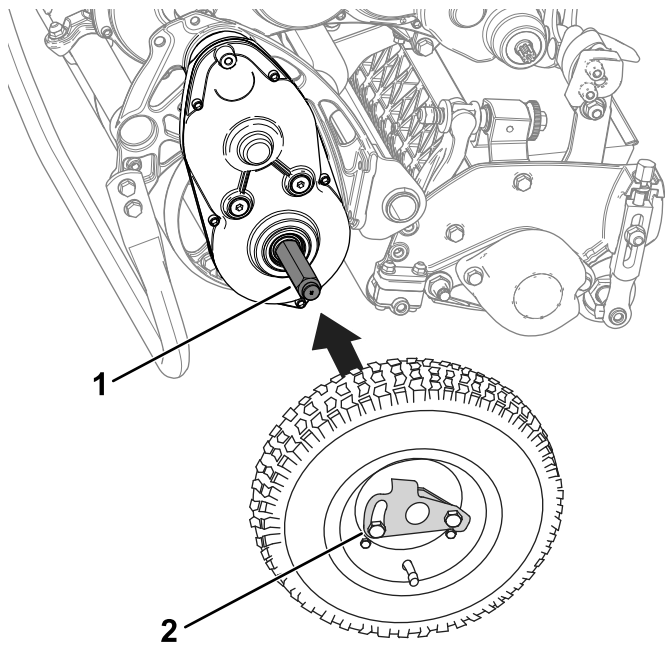

Bild 23
2. Ziehen Sie das Rad auf die Achse auf (Bild 23).
3. Drehen Sie den Radbefe­stigungsclip (**Bild 23**) von der Mitte des Rads weg, damit er weiter auf die Achse gleiten kann.